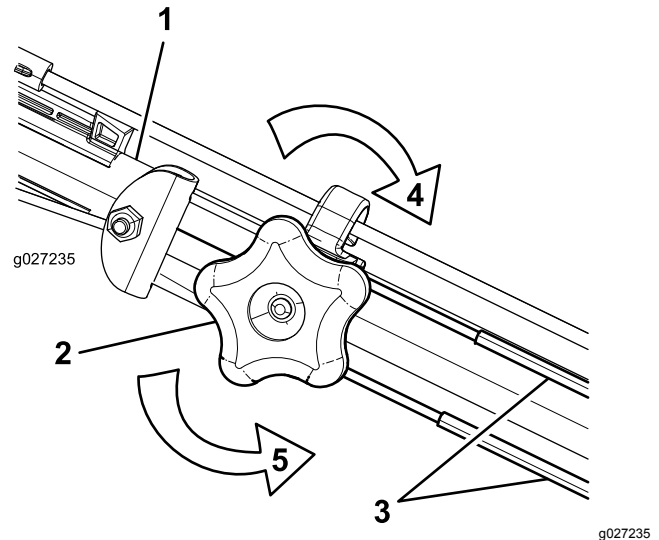

Figura 23
1. Gire el pomo de ajuste en sentido antihorario para aflojar el cable (Figura 23).
2. Ajuste la tensión del cable (Figura 23) tirando del mismo hacia atrás o empujándolo hacia adelante, y sujételo en esa posición.